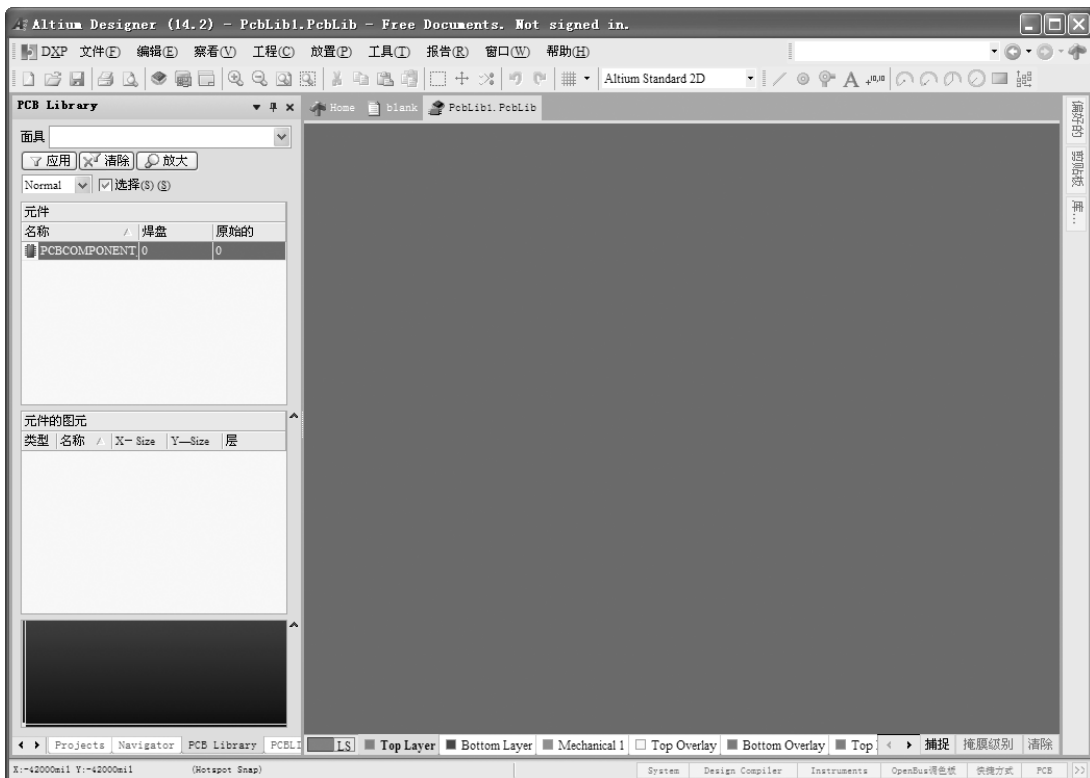

图 11-21 PCB 库编辑器
2) 保存并更改该 PCB 库文件名称，这里改名为“NewPcbLib. PcbLib”。可以看到，在“Project”（工程）面板的 PCB 库文件管理夹中出现了所需要的 PCB 库文件，双击该文件即可进入 PCB 库编辑器，如图 11-21 所示。